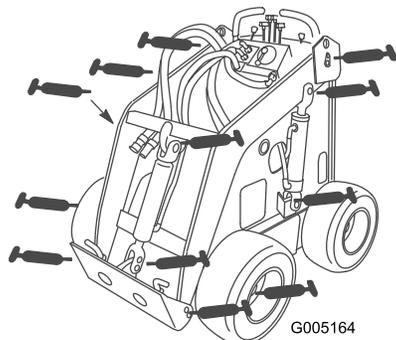
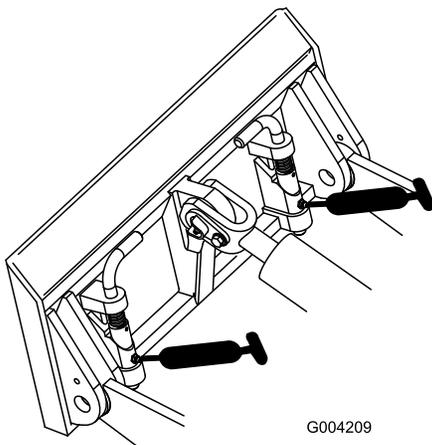

Figura 16
Figura 17
3. Conecte una pistola de engrasar a cada punto de engrase (Figura 16 y Figura 17).